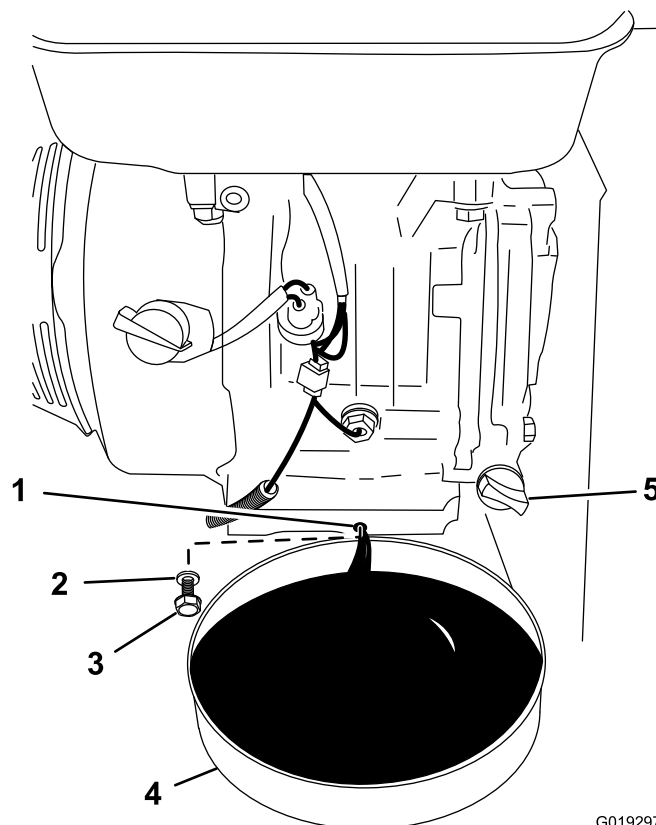

Figura 25
2. Coloque un recipiente con capacidad para 1.9 litros (2 cuartos de galón US) o más debajo del orificio de vaciado de aceite del motor (Figura 25).
3. Retire el tapón de vaciado y la arandela, y drene el aceite (Figura 25).
4. Cuando el aceite se haya drenado completamente, instale el tapón de vaciado y limpie cualquier aceite derramado (Figura 25).